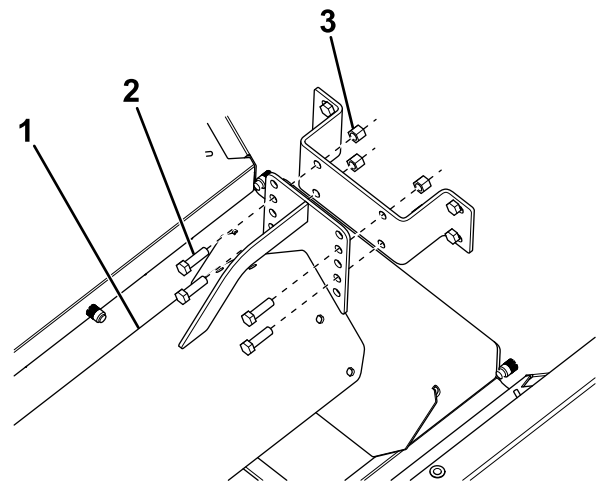

Figure 15
7. Fixez une extrémité du déflecteur à la patte de montage avant au moyen de 4 boulons ($\frac{3}{8}$ x $1\frac{1}{4}$ po) et 4 écrous (Figure 15). Procédez de la même façon sur la patte de montage arrière.